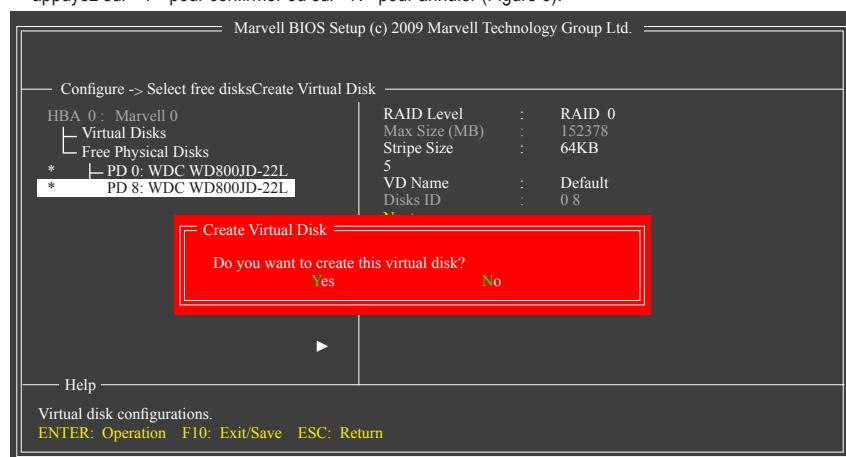

Figure 5
6. **Next** : Lorsque vous avez fini les réglages ci-dessus, allez sur **Next** et appuyez sur <Enter> pour commencer à créer la matrice. Lorsqu'on vous demande de confirmer si vous voulez créer cette matrice, appuyez sur <Y> pour confirmer ou sur <N> pour annuler (Figure 5).